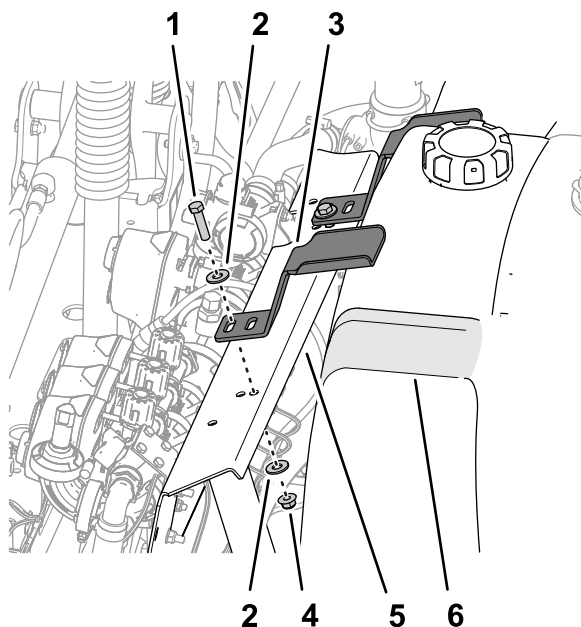

図 14
2. タンクについているくぼみに押さえ金具を合わせる 図 14。
3. 押さえ金具のスロットを、バルブマウントの穴に合わせる 図 14。
5. すすぎタンク用のもう1つの押さえ金具についても 24 の作業を行う。 図 14